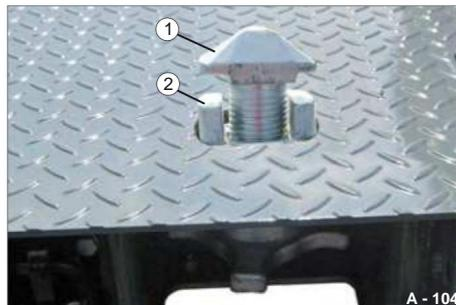

Fig. 157 Blocco esteso
- Sollevare e ruotare contemporaneamente il dado di serraggio e il perno di articolazione (Fig. 157/1).
La boccola di guida (Fig. 157/2) esce dalla parte superiore.